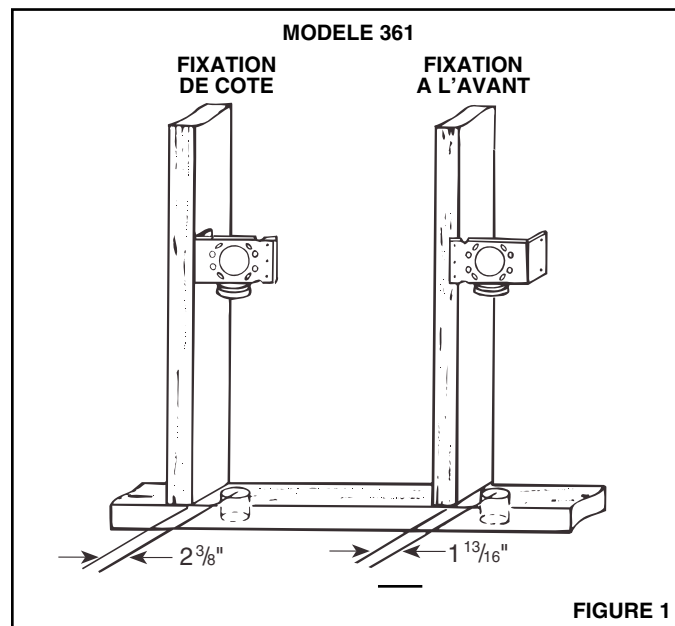

FIGURE 1
3. **Refer to Figure 1.** Nail bracket to side of stud so that front edge of bracket is flush to front of stud. (The bracket may also be nailed to the front edge of the stud. For front stud mounting, use locating tabs on bracket for proper alignment.)
3. **Voir Figure 1.** Clouez le support au côté du montant pour que la partie avant du support soit de niveau avec l'avant du montant. (Le support peut aussi être cloué à l'avant du montant. Pour ceci, utilisez les oreilles prévues à cet effet sur le support pour aligner correctement.)